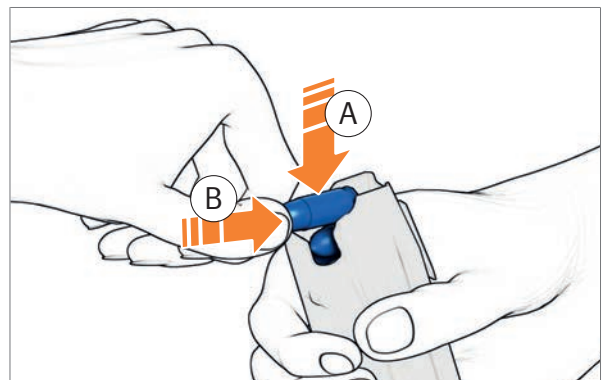

Abb. 48: Magazin füllen
2. Patrone unter die Magazinlippen drücken (Abb. 48).
3. Patrone bis zum Anschlag nach hinten schieben (Abb. 48).